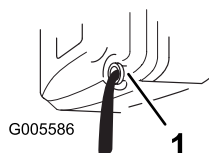

Bild 19
6. Kippen Sie den Rasenmäher auf seine **linke** Seite und lassen Sie das Öl in die Auffangwanne ablaufen (Bild 19).